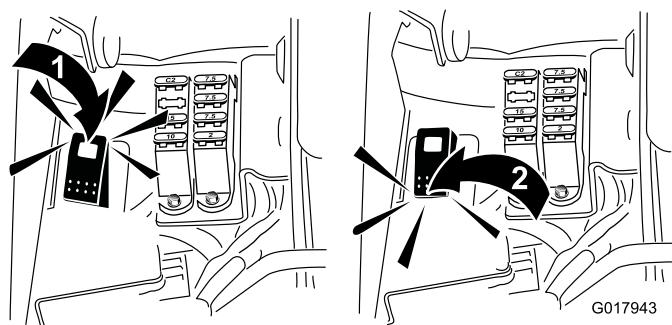

Figura 51
5. Ponga el interruptor de autoafilado en la posición de marcha atrás (R) (Figura 51).